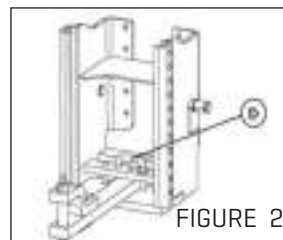

FIGURE 2
- L'arbre d'attelage peut présenter un jeu latéral à droite et à gauche [Fig. 3] Une goupille, comme l'indique « D » [Fig. 2], doit être installée pendant le remorquage de l'équipement dans une position fixe ou pendant le transport d'une charge sur une remorque.